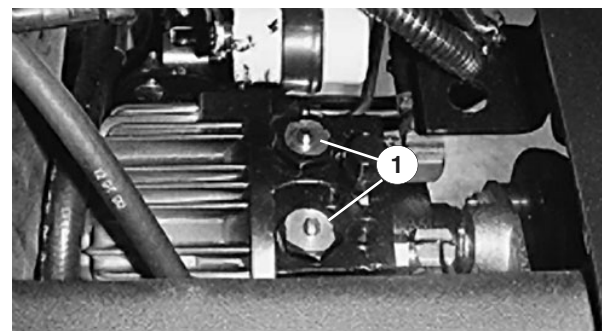
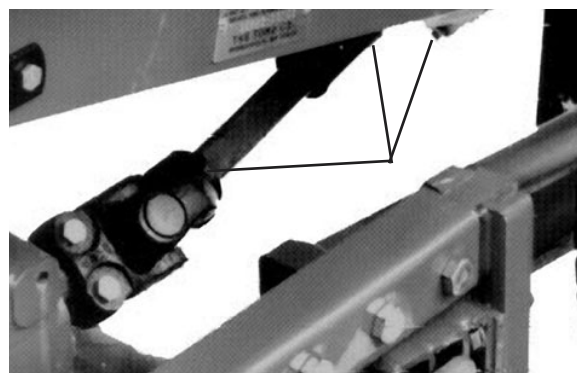

Figure 14
Figure 15
2. Appuyez sur les goupilles et maintenez-les enfoncées au centre des deux (2) ensembles clapet anti-retour en haut de la transmission (Fig. 14) pendant que vous poussez ou remorquez la machine.
Graissez largement les goupilles des clapets anti-retour une fois par an (Fig. 14). Lubrifiez aussi les graisseurs du pont arrière toutes les 500 heures ou une fois par, selon ce qui se présente en premier (non illustré). Lubrifiez les roulements et les bagues suivants du groupe de déplacement : arbre universel de la prise de force (Fig. 15) ; bagues des pivots des bras de poussée (Fig. 16), bagues des pivots de freins (Fig. 17) ; arbre d'entraînement (3) (Fig. 18) ; embouts de biellettes (2), extrémités de tige de vérin (2), pivots de direction (2) et axe de pivot d'essai (Fig. 19) ; pivot de tension de prise de force (Fig. 20) et roulement arrière de prise de force (Fig. 20). Graissez en outre les deux câbles de freins du côté roues motrices et pédales de frein (Fig. 17).